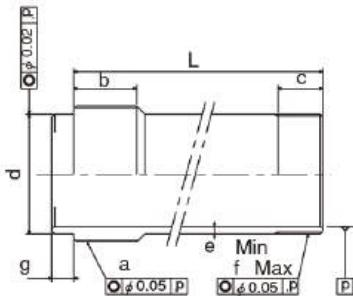

Рисунок 16
Размер L на рис.16 определяется исходя из длины A между цилиндрическим адаптером и задней панелью. Например, в комбинации с B-206, SS1246 и при A=800 мм длина втягивающей трубы L должна составлять L = A + 41 = 800 + 41 = 841 мм.
- Соблюдайте размеры e и f, указанные на рис. 16, при этом необходимо использовать материал с пределом прочности при растяжении не менее 380 МПа (38 кгс/мм²).